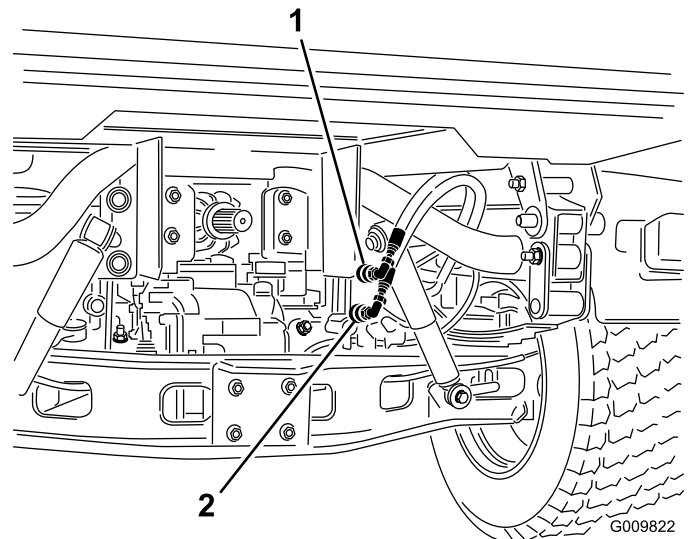

Figura 75
2. En ambos vehículos, desconecte los dos manguitos de acoplamiento rápido de los manguitos fijados al soporte de acoplamiento (Figura 75).